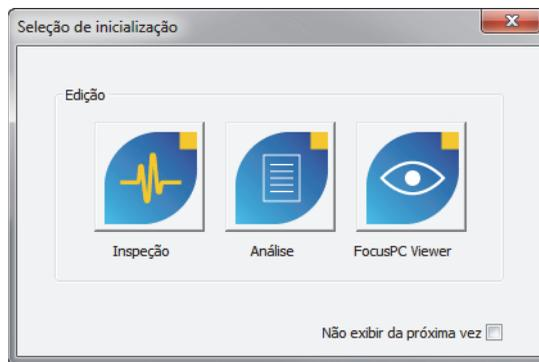

Figura 1-27 Caixa de diálogo Seleção de inicialização
5. Na caixa de diálogo **Seleção de Inicialização** que aparece (Figura 1-27 na página 45), clique no botão associado à edição FocusPC desejada.